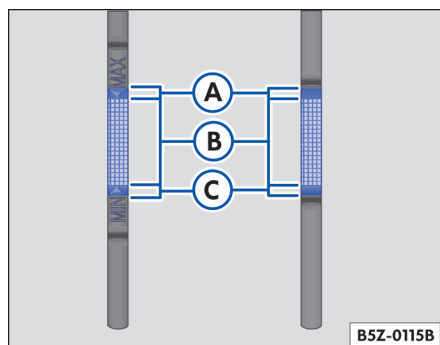

Fig. 98 En el vano motor: varilla de medición del nivel de aceite
- Vuelva a retirar la varilla de aceite y controle el nivel del aceite en el extremo inferior de la varilla ⇒ fig. 98.
Si el nivel de aceite se encuentra en la zona **A** ⇒ fig. 98, no debe hacer el reabastecimiento de aceite.
- Luego que el nivel de aceite alcance por lo menos la zona **B** ⇒ página 137, **fig. 98**, cierre cuidadosamente la tapa del bocal de abastecimiento.
Si el nivel de aceite se encuentra por encima de la zona **A** ⇒ página 137, **fig. 98**, no arranque el motor – ¡Peligro de daños en el catalizador y en el motor! Entre en contacto con un Concesionario Volkswagen®.